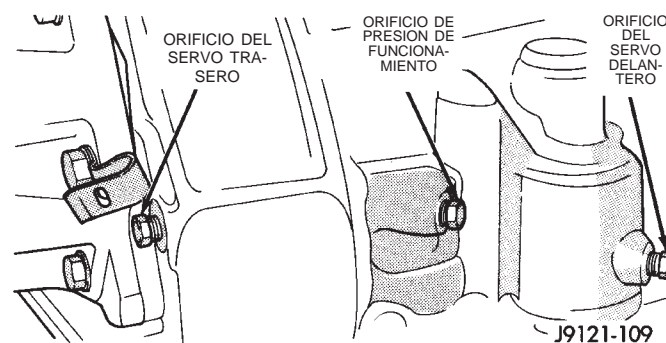
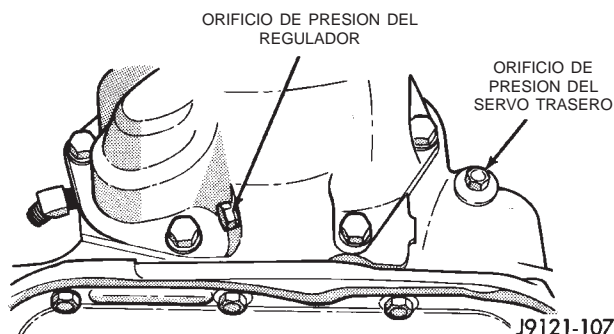
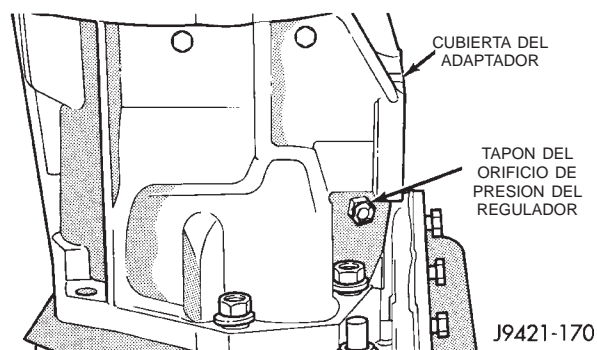

Fig. 6 Orificios de prueba de presión en el costado de la caja
Fig. 7 Orificios de prueba de presión en la parte trasera de la caja—Tracción en dos ruedas
Fig. 8 Orificios de prueba de presión de la parte trasera de la caja—Tracción en 4 ruedas
Los orificios de prueba de presión se encuentran en el acumulador, el servo delantero y el servo trasero, el conducto del regulador y el conducto de presión del embrague de sobremarcha (Fig. 6), (Fig. 7) y (Fig. 8).
(1) Conecte el indicador C-3292 de 689,5 kPa (100 psi) al orificio del acumulador.
(2) Conecte el indicador de 2068 kPa (300 psi) C-3293-SP al orificio del servo trasero (Fig. 6) y (Fig. 7).
(3) Desconecte las varillas de la mariposa del acelerador y del mecanismo de cambio de la palanca manual y la manija de admisión.
(4) Arranque y haga funcionar el motor a 1000 rpm.
(5) Desplace la palanca de cambios (del eje de la palanca manual) todo su recorrido hacia adelante, a la escala 1.
(6) Desplace la manija de admisión de la transmisión desde su posición máxima hacia adelante a la posición máxima hacia atrás y tome nota de las indicaciones de presión de ambos indicadores.
(7) La presión de funcionamiento en el orificio del acumulador debe ser de 372-414 kPa (54-60 psi) con la manija de admisión hacia adelante y aumenta gradualmente a 621-662 kPa (90-96 psi) a medida que se desplaza la manija hacia atrás.
(8) La presión del servo trasero debe ser igual a la presión de funcionamiento dentro de los 20,68 kPa (3 psi).
(1) Conecte el indicador de prueba al orificio de presión del acumulador (Fig. 6) y (Fig. 7).
(2) Arranque y haga funcionar el motor a 1000 rpm.
(3) Desplace la palanca de cambios del eje de la palanca manual del cuerpo de válvulas, una posición de retén hacia atrás desde la posición de máximo desplazamiento hacia adelante. Esta es la escala 2.
(4) Desplace la manija de admisión de la transmisión desde la posición de máximo desplazamiento hacia adelante hasta la posición de máximo desplazamiento hacia atrás y lea las presiones indicadas por ambos indicadores.
(5) La presión de funcionamiento debe ser 372-414 kPa (54-60 psi) con la manija de admisión hacia ade-
(1) Conecte los indicadores de prueba a los orificios del acumulador y el servo delantero (Fig. 6) y (Fig. 7). Utilice cualquiera de los dos indicadores de prueba en los dos orificios.
(2) Arranque y haga funcionar el motor a 1600 rpm para esta prueba.
(3) Desplace la palanca de cambios a la escala D. Esta escala está dos posiciones de retén más atrás que la posición de máximo desplazamiento hacia adelante.
(4) Cuando desplace la manija de admisión de la transmisión desde la posición de máximo desplazamiento hacia adelante a la de máximo desplazamiento hacia atrás, lea las presiones de ambos indicadores.
(5) La presión de funcionamiento debe ser 372-414 kPa (54-60 psi) con la manija de admisión hacia adelante y debe aumentar gradualmente a medida que la manija se desplaza hacia atrás.
(6) El servo delantero se presuriza únicamente en la escala D y la presión debe ser igual a la presión de funcionamiento dentro de los 21 kPa (3 psi) hasta el punto de cambio descendente.
(1) Conecte el indicador de 2068 kPa (300 psi) al orificio del servo trasero (Fig. 6) y (Fig. 7).
(2) Arranque y haga funcionar el motor a 1600 rpm para la prueba.
(3) Desplace la palanca de cambios del cuerpo de válvulas cuatro posiciones de retén hacia atrás desde la posición de máximo desplazamiento hacia adelante. Esta es la posición de marcha atrás.
(4) Desplace la manija de admisión todo su recorrido hacia adelante y luego todo su recorrido hacia atrás y tome nota de las lecturas de los indicadores.
(5) La presión debe ser de 1000-1207 kPa (145 - 175 psi) con la manija hacia adelante y aumenta a 1586-1931 kPa (230 - 280 psi) a medida que la manija se mueve hacia atrás.
(1) Conecte el indicador de prueba de 689,5 kPa (100 psi) C-3292 al orificio de presión del regulador (Fig. 6) y (Fig. 7).
(2) Desplace la palanca de cambios a la escala D.
(3) Arranque y haga funcionar el motor a velocidad de ralentí moderado y tome nota de la presión. En ralentí y con el vehículo detenido, la presión debe ser de cero a 10,34 kPa (1,5 psi) como máximo. Si la presión supera esta cifra, los contrapesos o la válvula del regulador quedaron agarrotados en la posición de apertura.
(4) Aumente lentamente la velocidad del motor y observe las lecturas del velocímetro y el indicador de presión. La presión del regulador debe aumentar proporcionalmente a la velocidad del vehículo.
(5) El aumento de presión debe ser gradual y la presión debe caer nuevamente a un valor de 0 a 10,34 kPa (1,5 psi) cuando las ruedas dejen de girar.